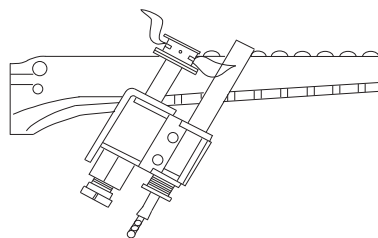

Figure 71. Flamme de la veilleuse millivolt
4. Inspectez visuellement les flammes du brûleur et de la veilleuse. Des flammes jaunes indiquent une restriction d'apport d'air. Des flammes soulevées ou sifflantes indiquent une surpression de gaz. Des flammes basses indiquent une faible pression du gaz. Si cela se produit, éteignez l'appareil et joignez un technicien d'entretien licencié, voir **Figure 70** et **Figure 71**.